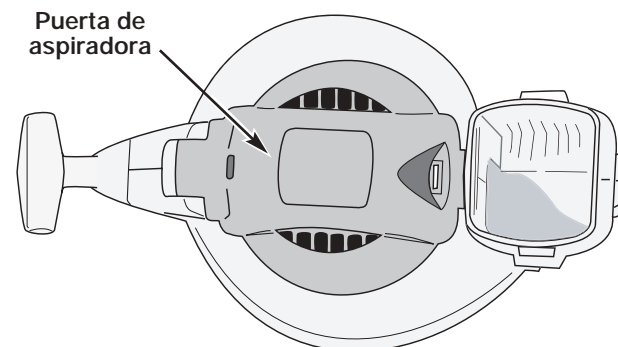

Fig. 3
3. Voltee la unidad de modo que quede erecta en la tapa del silenciador. La parte delantera de la unidad y la puerta de la aspiradora deben darle el frente a usted (Fig. 3).